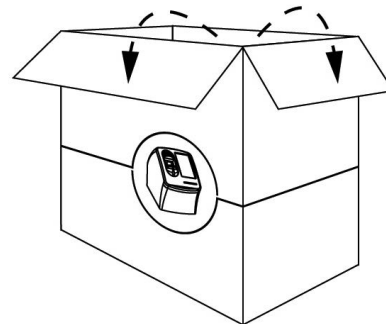

Рисунок 1
1. Расположите коробку вертикально и откройте верхние откидные крышки (рис. 1).